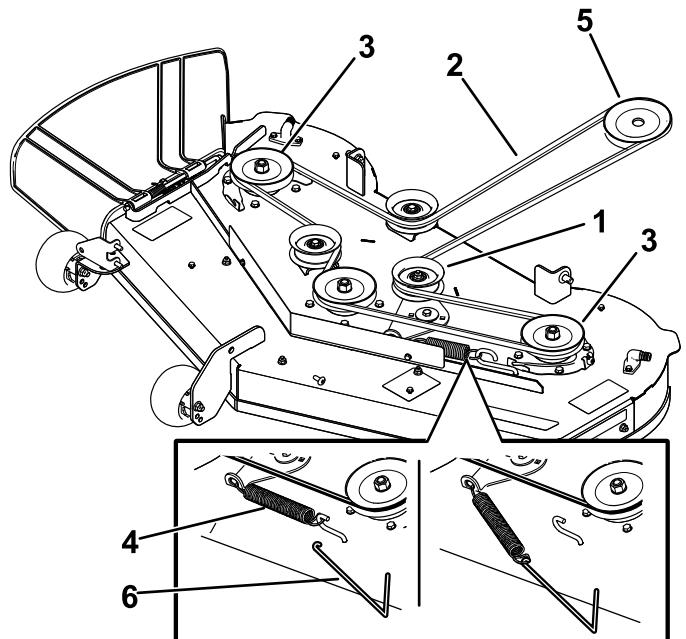

Figura 51
5. Usando una herramienta para la retirada de muelles (Pieza Toro N° 92-5771), retire el muelle tensor del gancho de la carcasa para eliminar la tensión de la polea tensora, y retire la correa de las poleas (Figura 51).
6. Pase la correa nueva alrededor de las poleas del motor y del cortacésped (Figura 51).
7. Usando una herramienta para la retirada de muelles (Pieza Toro N.º 92-5771), instale el muelle tensor sobre el gancho de la carcasa y tense la polea tensora y la correa (Figura 51).